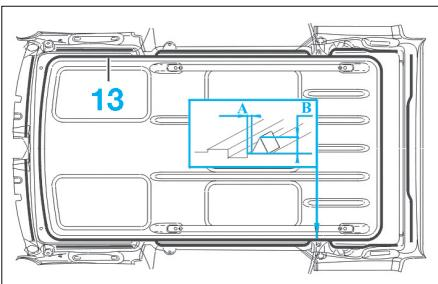

FIG. 117
Poser un cordon de colle (13) uniforme, d'une hauteur de 15,0 mm et par recouvrement à chaque changement de carouche (Fig.117).